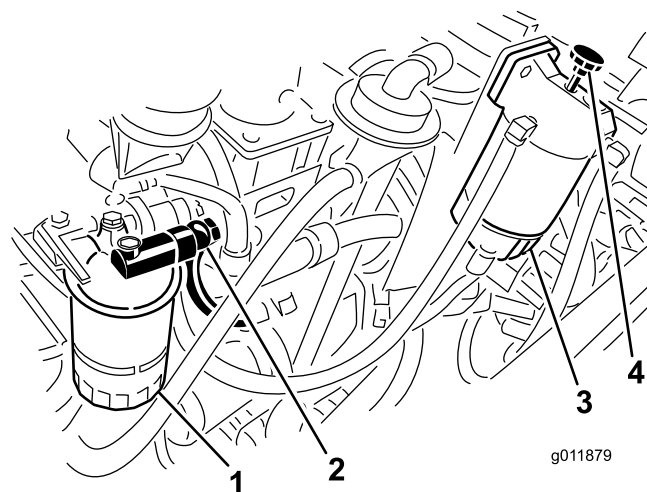

Figure 66
5. Desserrez le raccord banjo sur le boîtier du filtre à carburant (Figure 66).
6. Actionnez la pompe d'amorçage du séparateur d'eau jusqu'à ce que le carburant s'écoule régulièrement par le raccord banjo (Figure 66).